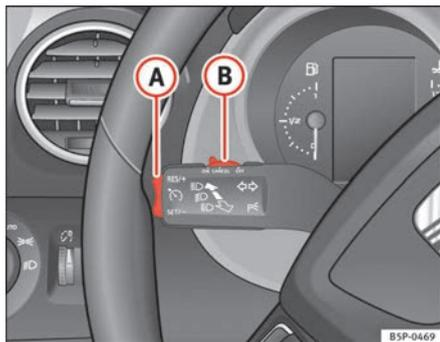

Fig. 148 Palanca de intermitentes y de luz de carretera: mando y tecla basculante para el regulador de velocidad
- Cuando se haya alcanzado la velocidad que se quiere programar, pulse brevemente la parte inferior de la tecla basculante **SET/-** ⇒ fig. 148 **A** una vez.